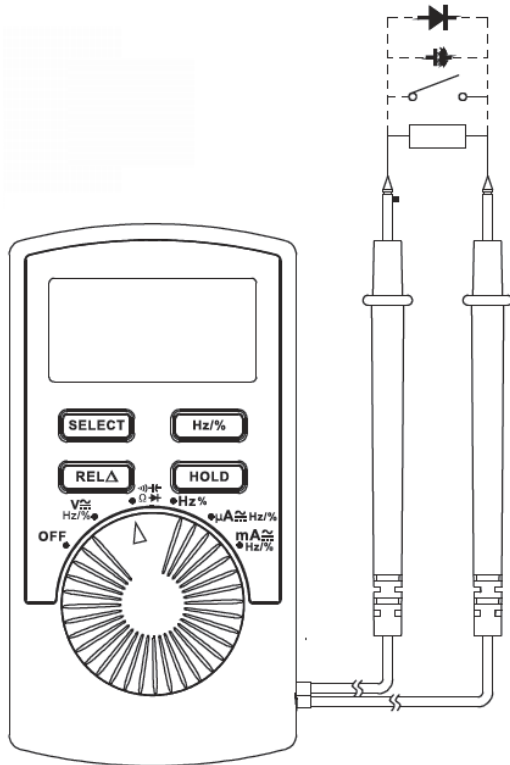

Рисунок 3
5.3. Измерение сопротивления (см. рисунок 3)